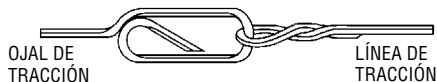

Figura 1
2. Asegure la línea de tracción tal como se muestra en la Figura 1.